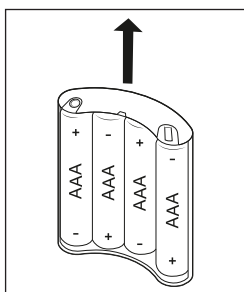

Rys. 1
2. Odwróć urządzenie główne 7 spodem do góry, aby uzyskać dostęp do pokrywy wnęki na baterie 13. Obróć pokrywę wnęki na baterie 13 w lewo, w kierunku **open** , aż będzie możliwe zdjęcie pokrywy wnęki na baterie 13 (patrz rys. 1).